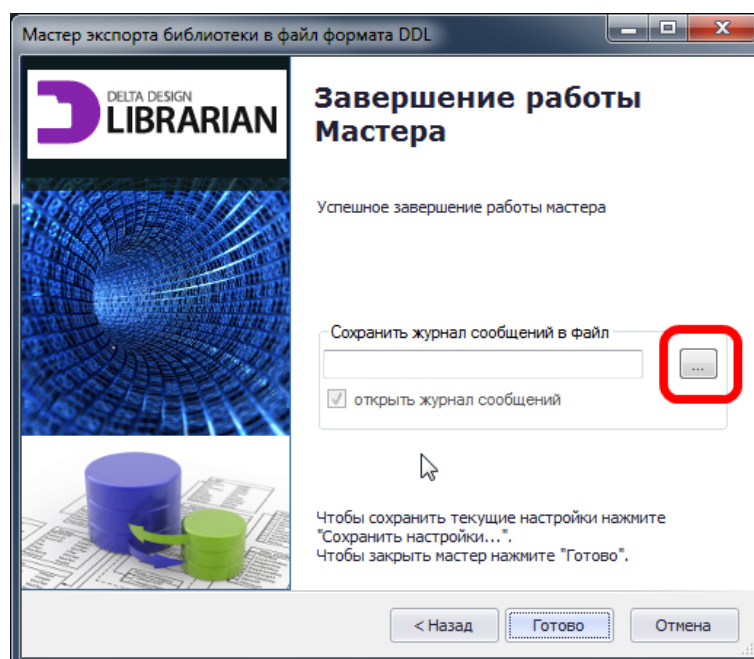

Рис. 118. Заключительное окно мастера экспорта
5. В заключительном окне экспорта предлагается создать и просмотреть файл, содержащий протокол экспорта, см. Рис. 118.
Для сохранения текстового файла с протоколом экспорта библиотеки нажмите кнопку  - «Выбор» (отмеченную на Рис. 118). Если поле «Открыть файл протокола» отмечено флагом, то после завершения импорта